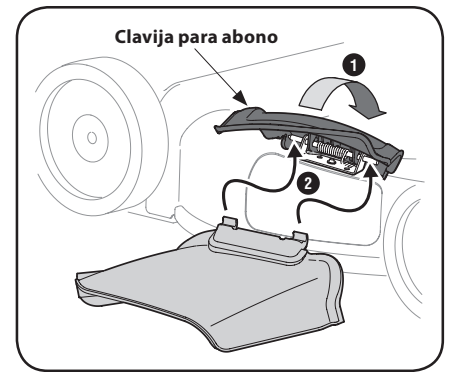

Figura 2-8
1. En el costado de la cortadora, levante el adaptador para abono. Vea la Figura 2-8.